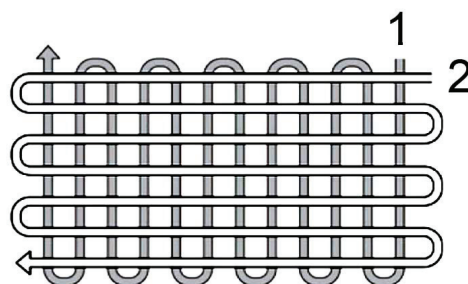

рис. 5
- Оптимальный эффект использования мотокультиватора достигается при культивировании в двух направлениях (рис. 5).